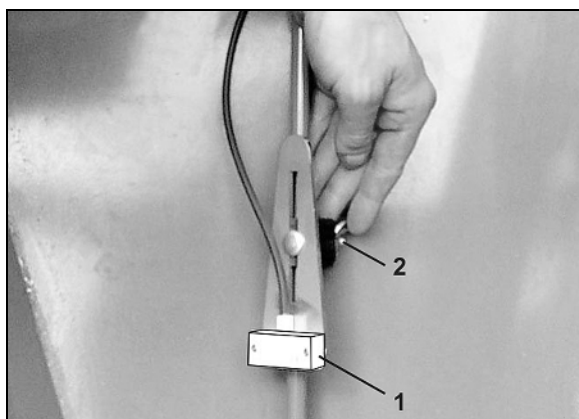

Fig. 82
4. Tourner le couvercle de palier (Fig. 82) et l'enlever.